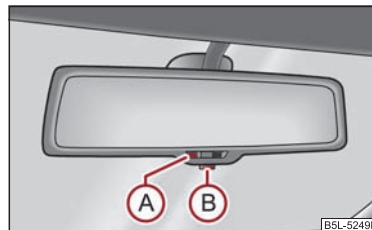

Fig. 60 Espejo retrovisor interior con dispositivo antideslumbrante automático
- Pulse la tecla (B) - el testigo (A) se encenderá ⇒ fig. 60.